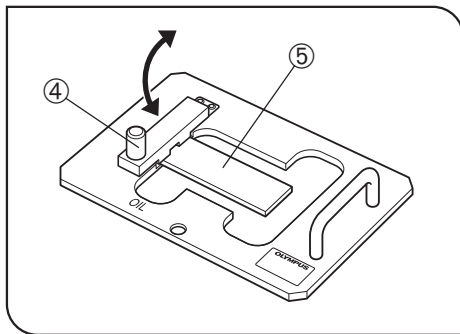

Fig. 8
**Well slide specimen (Fig. 8)**